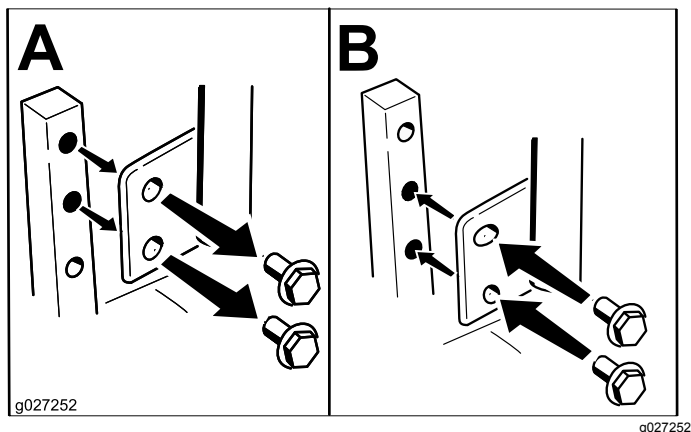

図 10
走行コントロールレバーの高さを使いやすい高さに調整することができます 図 10。
2. レバーを前後に動かせる程度に、下ボルトをゆるめる 図 10。